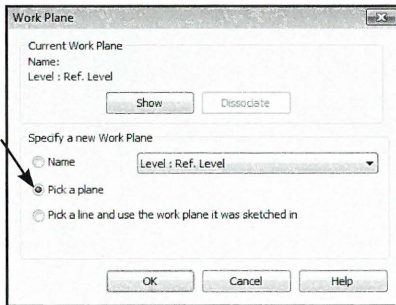

Fig. 08.25. Vælg Pick a Plane.
- Vælg *Pick a Plane* (Fig. 08.25) og *OK*.